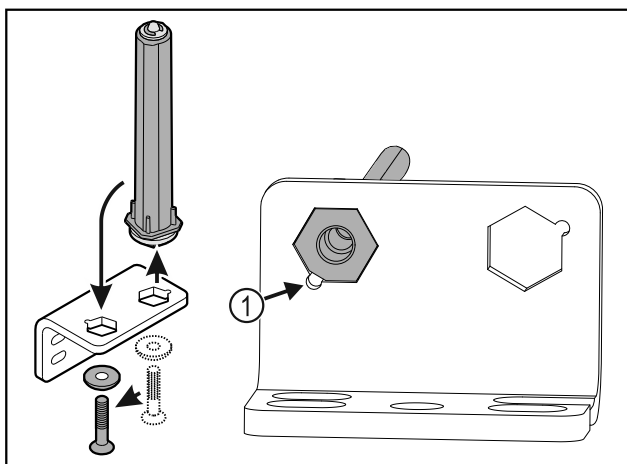

Fig. 40
- ▶ Ügyeljen arra, hogy felhelyezéskor a csapszeg élettörése Fig. 40 (1) a kerek furat felé mutasson.